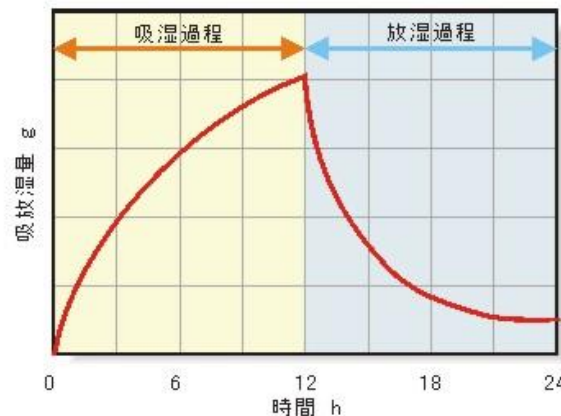

図2 吸放湿量のグラフ例
- ④質量の変化はステップ1の開始時を0gとして、そこからの変化をステップ2終了まで10分間隔で測定します。
- ⑤測定した質量を板面サイズで割ると建築材料1㎡あたりの吸放湿量になります。それをグラフにすると図2のようになります。このグラフの曲線から吸放湿性を評価することができます。